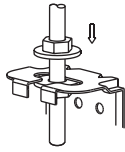

Abb. 5-7
- Sichern Sie die Klimaanlage durch Anziehen der Muttern mit Schraubenschlüsseln, nachdem Sie die Position des Gerätes eingestellt haben (siehe Abb. 5-7).